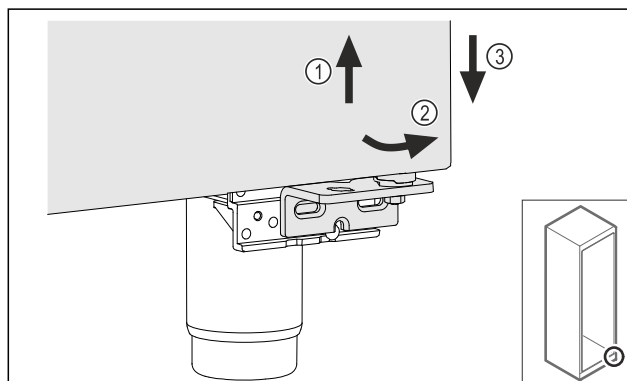

Fig. 27
- ▶ Ngrini derën paksa lart Fig. 27 (1), tërhiqeni nga përpara në pjesën poshtë Fig. 27 (2) dhe uleni poshtë Fig. 27 (3).